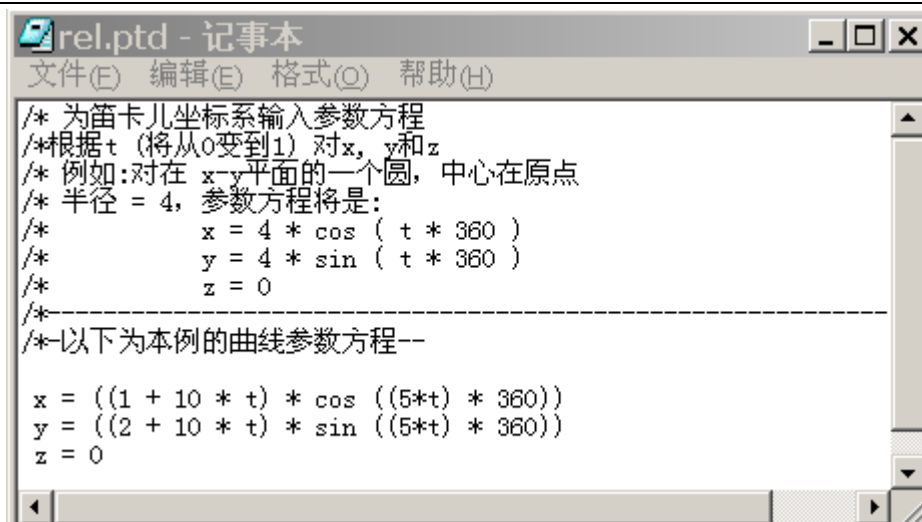

图 57-3
- (2) 单击【从方程】|【完成】 【选取】选项，在模型树中选择系统默认的坐标系“PRT_CSYS_DEF”。
- (3) 在弹出的【设置坐标类型】菜单中选择【笛卡尔】选项，弹出【记事本】窗口。
- (4) 输入如图 57-3 所示的内容，单击【记事本】窗口的【文件】 【保存】，保存当前记事本文件，单击【文件】 【退出】，关闭【记事本】窗口。